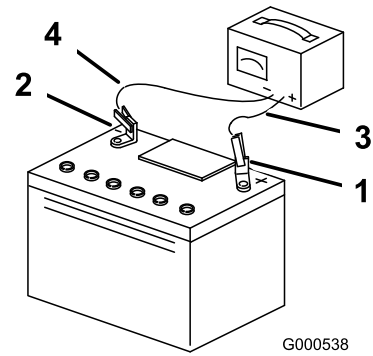

Bild 43
4. Ziehen Sie, wenn die Batterie voll geladen ist, den Stecker des Ladegeräts aus der Dose. Klemmen Sie dann die Klemmen des Ladegeräts von den Batteriepolen ab (Bild 43).